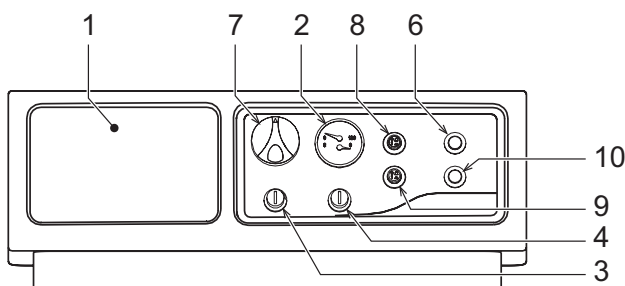

fig. 1 - Panel de mandos
- Ponga el interruptor de la caldera 8 en la posición de encendido ("fig. 1 - Panel de mandos").
- Si la caldera está dotada de una centralita electrónica termostática, montada en la posición 1 de la "fig. 1 - Panel de mandos", tenga también en cuenta las instrucciones del fabricante de la centralita.
Gire el termostato de regulación (7, "fig. 1 - Panel de mandos") hacia la derecha para aumentar la temperatura del agua de calefacción o a la izquierda para disminuirla. La temperatura se puede ajustar entre 30 °C y 90 °C. No obstante, se aconseja no hacer funcionar la caldera a menos de 45 °C.
Ajuste el termostato de ambiente a la temperatura que desee tener en la vivienda. Bajo el control del termostato de ambiente, la caldera se enciende y calienta el agua de la instalación a la temperatura fijada con el termostato de regulación 7 ("fig. 1 - Panel de mandos"). Cuando la temperatura ambiente alcanza el valor programado, la caldera se apaga.
La presión de carga con la instalación fría, leída en el higrómetro de la caldera (2, "fig. 1 - Panel de mandos"), debe ser de aproximadamente 1 bar. Durante el funcionamiento, la presión de la instalación puede descender a causa de la evaporación de los gases disueltos en el agua. Si cae por debajo del mínimo indicado, abra la llave de llenado para restablecer el valor inicial. Al final de la operación, cierre siempre la llave de llenado.